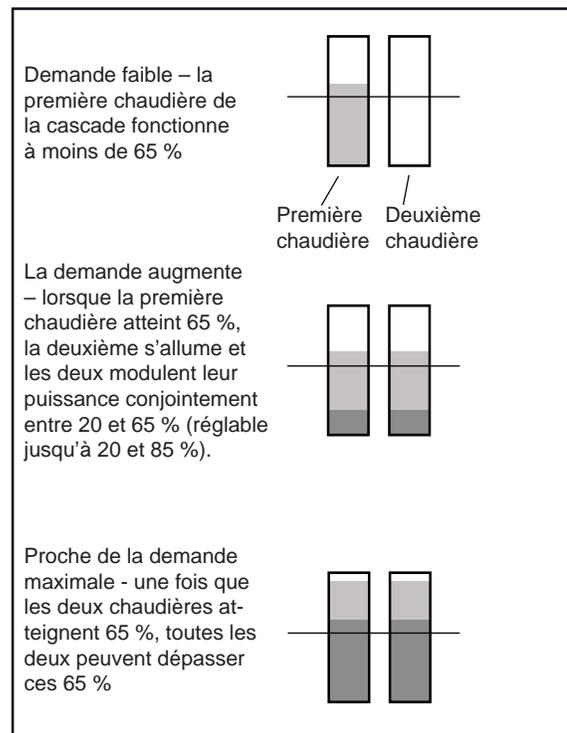

Figure 40. Cascade (Lead Lag), 2 chaudières
- Si la demande de chauffe augmente de telle sorte que l'allure de chauffe de cette première chaudière atteinte la valeur de la charge de base (Base Load Value) configurée (voir Figure 40 ou Figure 42), la chaudière suivante de la chaîne s'allume et fonctionne à une allure de 20 à 35 % (selon les réglages du contrôleur). Ensuite, les chaudières de la chaîne modulent leur chauffe (+ ou -) de façon coordonnée en réaction aux variations de la demande.